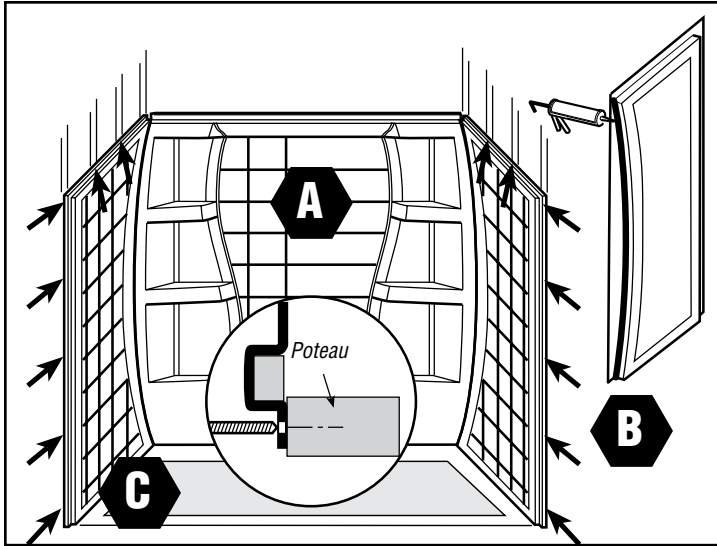

Figure 4
- 5** Appliquez un cordon de colle, vers le bas, le long de chaque poteau qui doit entrer en contact avec les panneaux latéraux. Étendre aussi un peu de calfeutrage dans le coin des panneaux de côté tel qu'illustré à la Figure 4. Posez chaque panneau latéral en le glissant solidement dans le coin. Appuyez fermement sur chaque panneau afin de vous assurer qu'il adhère bien à chaque poteau. Repérez un trou de 3/16" au centre de la bride de clouage, au dessus du panneau, centré sur chaque poteau. Percez aussi des trous de 3/16" dans la bride de clouage avant, sur chaque panneau latéral, à 12 d'intervalle, centrés sur la membrure (fig. 4). Clouez les clous de toiture galvanisés de 3/4" à travers chaque trou et dans les poteaux, fixant ainsi le panneau mural.